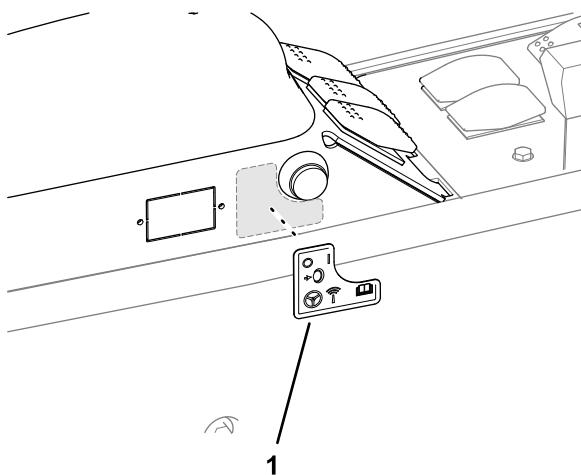

図 111
6. 図 111に示すように、AutoSteerリモート接続デカルをアームパネルに貼り付けます。